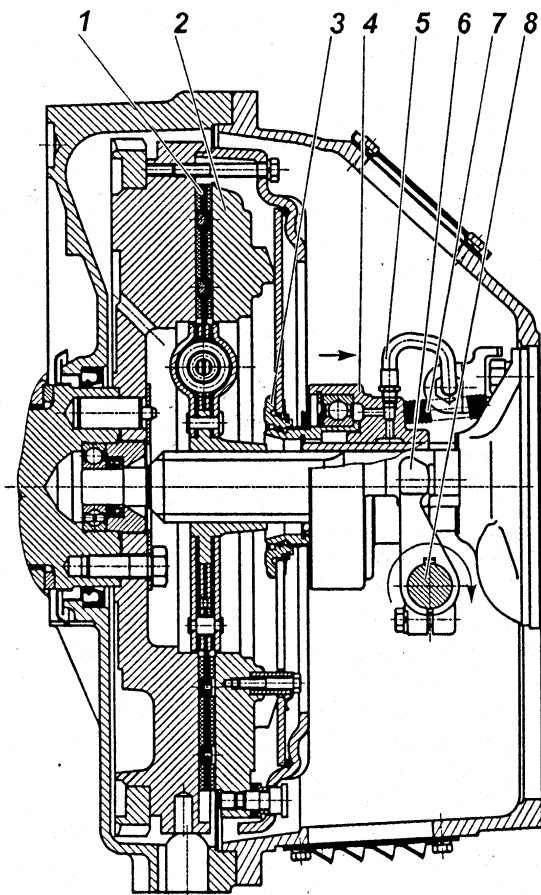
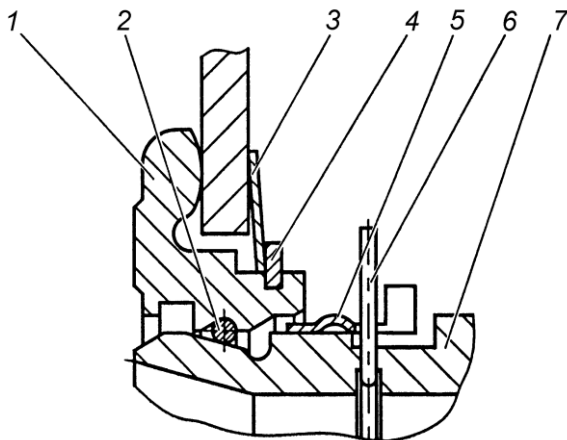

Рис. 91. Сцепление:
Рис. 93. Запорное устройство:
Диафрагменное сцепление (рис. 91) состоит из ведущих и ведомых частей, а также деталей механизма выключения сцепления, устанавливаемых в картер сцепления.
Механизм выключения сцепления состоит из муфты 4 (рис. 91) с подшипником, вилки 6 и валика 8. Муфта соединена через упорное кольцо 3 с диафрагменной пружиной с помощью запорного устройства.
Оттяжная пружина 7 (рис. 91) исключает проворот и осевые перемещения втулки 7 (рис. 93) относительно упорного кольца 1 (рис. 93). По мере износа фрикционных накладок муфта выключения сцепления 4 (рис. 91) перемещается вместе с пружиной в сторону маховика, при этом конструкция привода выключения сцепления автомобиля или другого транспортного средства обеспечивает поворот вилки 6 (рис. 91) по часовой стрелке после выбора зазора между лапками вилки и муфтой за счет периодической регулировки привода или постепенный поворот за счет конструкции гидропривода.
Конструкция запорного устройства показана на рис. 93. Она включает в себя упорное кольцо 1, втулку подшипника муфты 7 с фасонной канавкой, пружинное кольцо 2 круглого сечения, а также замковое кольцо 5. Упорное кольцо 1 устанавливается на диафрагменную пружину при сборке нажимного диска с кожухом и удерживается за счет пружинной шайбы 3 и стопорного кольца 4. На рисунке муфта заперта (соединена) с упорным кольцом. Внутри втулки подшипника муфты 7 установлено предохранительное кольцо 6, имеющее снаружи выступающий ус, препятствующий случайному рассоединению муфты выключения сцепления и упорного кольца 1.
Выключение сцепления обеспечивается поворотом вала по часовой стрелке. Допустимое направление перемещения муфты и поворота вала для выключения сцепления показано на рис. 91 стрелками. Перемещение муфты и поворот вала в обратном направлении не допустимо.
- 5 С помощью специальной оправки сцентрировать кольцо 3 (рис. 91) относительно оси коленчатого вала двигателя.
- 2 Убедиться что муфта выключения сцепления отведена до упора в крышку подшипника первичного вала коробки передач пружиной 7 рис. 91.
- 4 Совместить полукруглый паз на муфте выключения сцепления в передней ее части с выступающим усом предохранительного кольца 6 (рис. 93) и, утопив его каким-либо предметом, удерживать в утопленном положении через центральное отверстие муфты выключения сцепления.